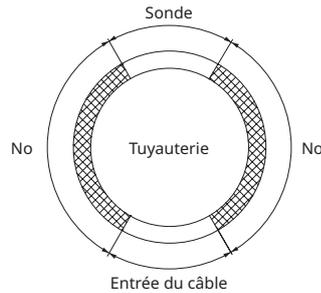

Figure 8 : Entrée de câble et sonde
- Veiller à ce que l'humidité ne puisse pas pénétrer sous le calorifuge à la sortie du câble de sonde (Figure 8)